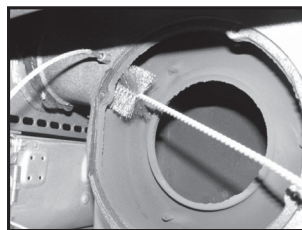

Figura 37
5. Tirare il motore con il rotore. Pulire la sede del motore con una spazzola di ottone. Pulire il raccordo dalla ventola all'uscita dei fumi. Vedere Figura 37.